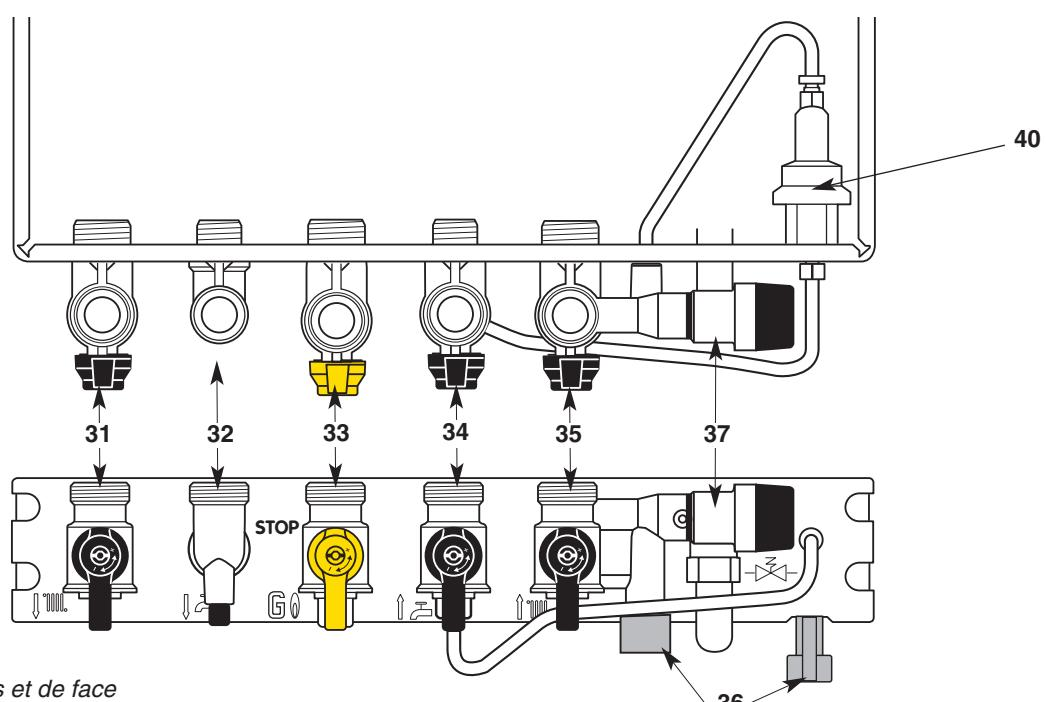

Fig. 22 - Vues de dessus et de face
Barrette robinetterie (fig. 22)
- Ouvrez l'arrivée du gaz, robinet gaz **33** (fig. 22), sur la position .
- Coupez l'arrivée du gaz en tournant le robinet **33** (fig. 22), sur la position **STOP**.
*chauffage **31** (fig. 22).*